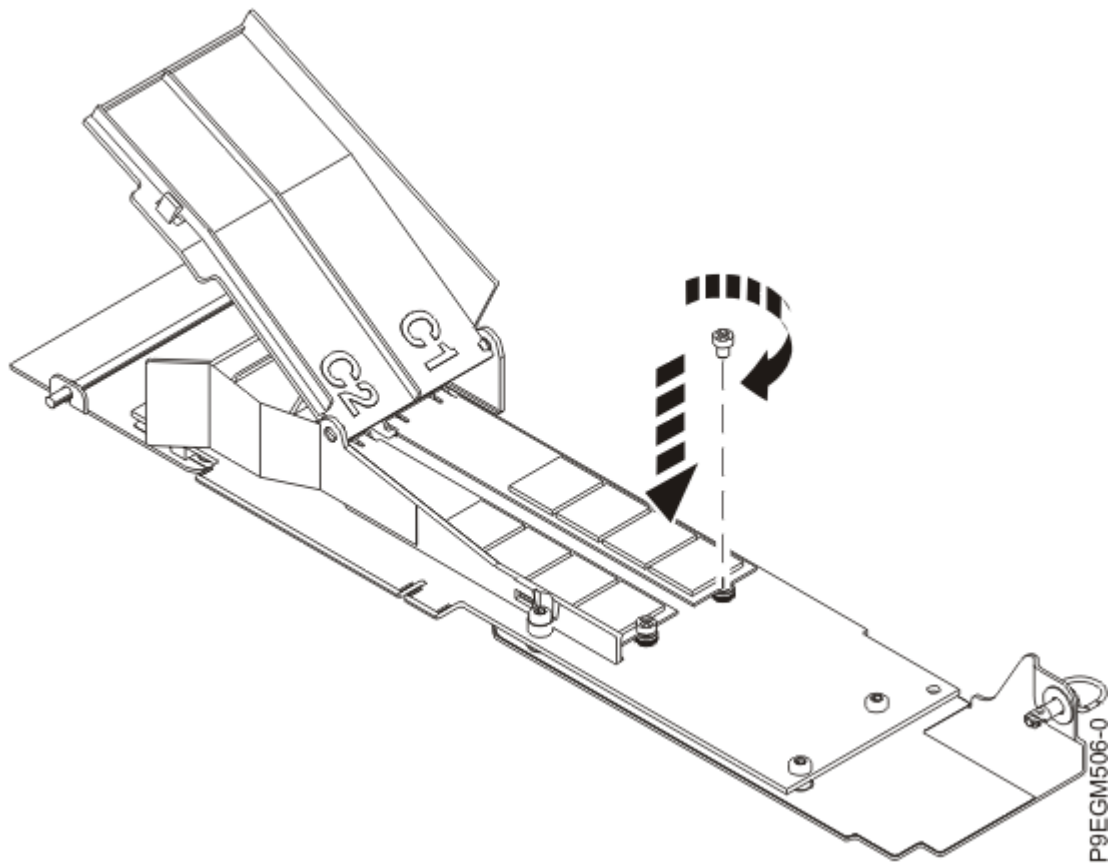

図 21. キャリア・カードへの NVMe M.2 フラッシュ・モジュールの固定
3. プラス・ドライバーを使用して、フラッシュ・モジュールを NVMe M.2 キャリア・カードに固定します (27 ページの図 21 を参照)。